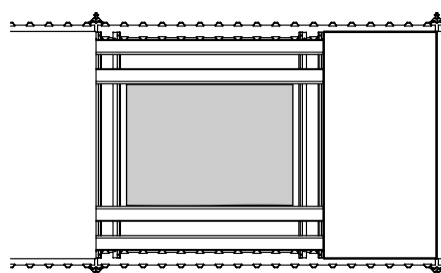

Fig. A5.05
- Хоризонтално и напречно на окачения краен трегер SRT. (Fig. A5.05 + A5.06)